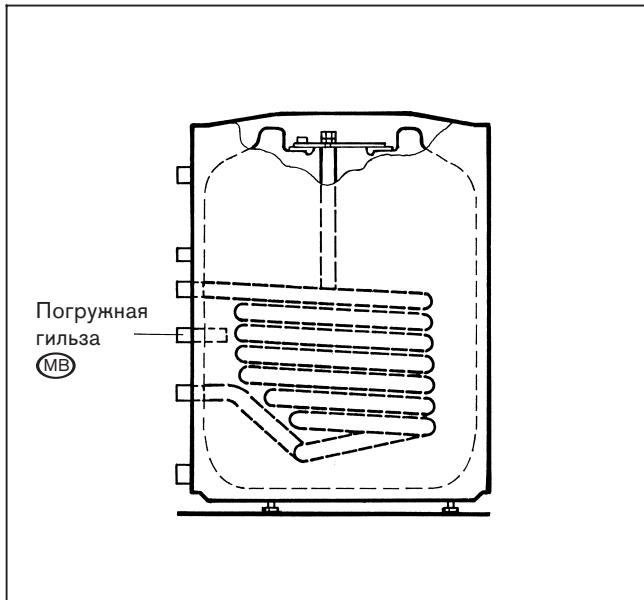

Рис. 7
- Произвести монтаж датчика в погружную гильзу **MB** на задней стороне бойлера (рис. 7).